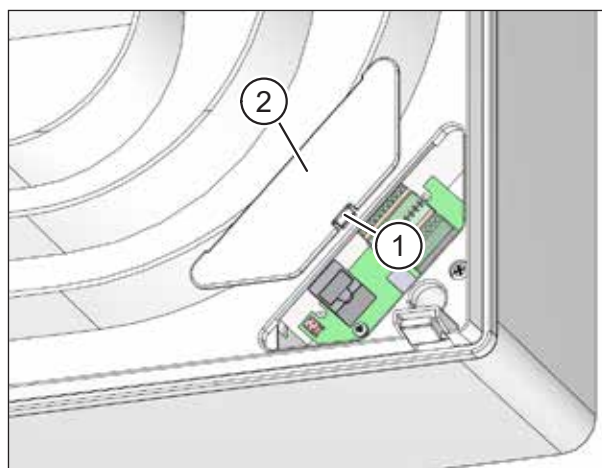

Fig. 23 : Démontez le couvercle du réseau
- ▶ Appuyez légèrement sur le crochet d'encliquetage (pos. 1 dans Fig. 23) du couvercle du réseau (pos. 2 dans Fig. 23), au milieu de l'appareil et soulevez le couvercle du réseau.